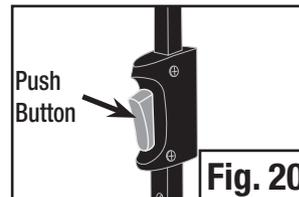

Fig. 20
- Lower the frame one post at a time by pressing the push button locks located on lower portion of posts. (Fig. 20)
- Abaissez l'armature un poteau à la fois en appuyant sur les boutons-poussoir situés sur la partie du bas des poteaux. (Fig. 20)